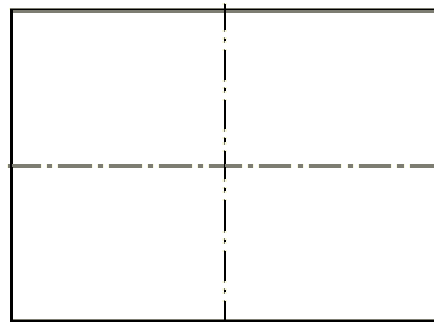

Рис. 1.10.
9. В Рядку параметрів включіть кнопку  . Відображення осей , задайте висоту прямокутника 80 и його ширину 110 система побудує прямокутник (рис. 1.10).